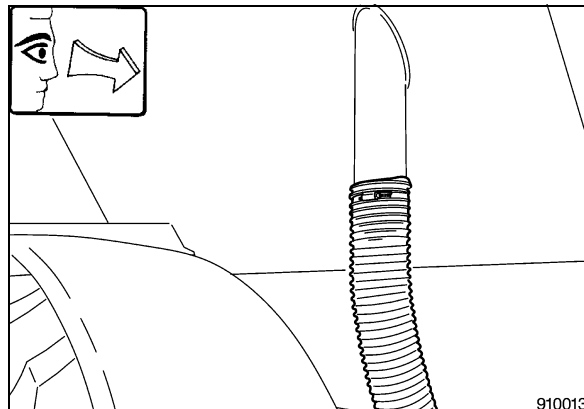

Bild 18
- Behälter befüllen bis aus dem Entlüftungrohr (Bild 18) merklich Streugut austritt.